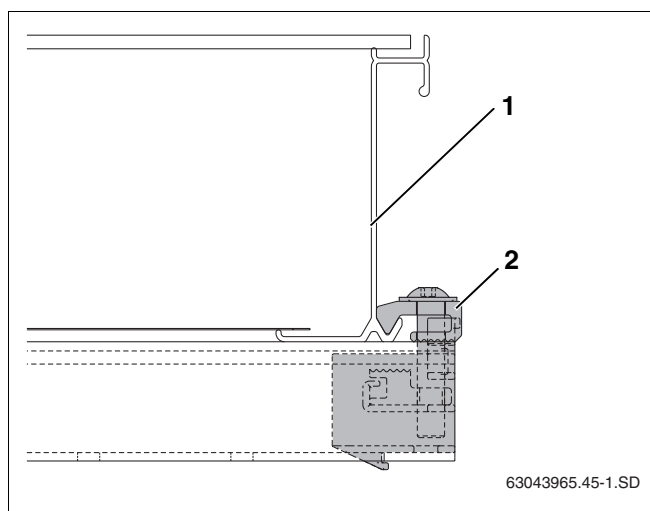

Fig. 43 Tensor unilateral del colector atornillado
- ▶ Deslice el colector (fig. 43, **pos. 1**) con cuidado hasta el tensor unilateral del colector y sitúelo en posición horizontal.
- ▶ Atornille el tensor unilateral del colector (fig. 43, **pos. 2**) con la llave de tamaño 5.
El elemento de sujeción del tensor del colector (fig. 43, **pos. 2**) queda enganchado en el borde inferior del colector.